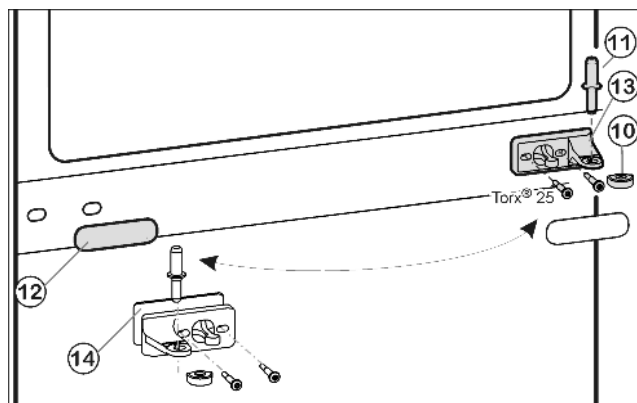
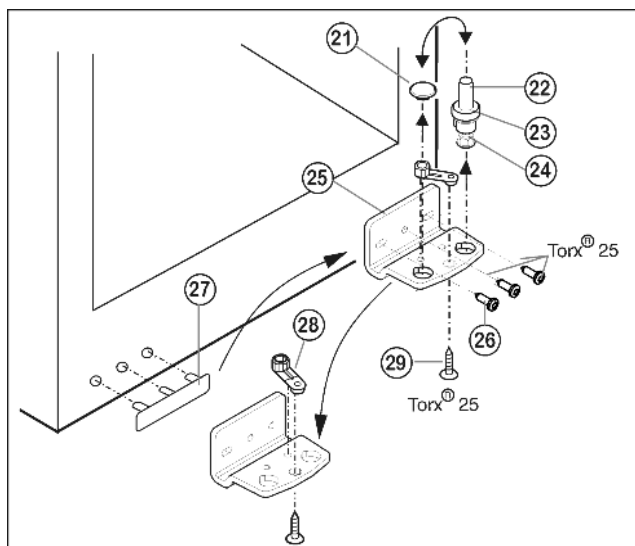

Fig. 6
Fig. 7
- ▶ Estrarre il perno di supporto centrale Fig. 6 (11) dal blocco di supporto e dalla porta inferiore.
- ▶ Staccare il coperchio di plastica Fig. 6 (10).
- ▶ Svitare il blocco di supporto centrale Fig. 6 (13) (2 x Torx® 25).
- ▶ Staccare il pannello di copertura Fig. 6 (12) facendo attenzione.
- ▶ Avvitare il blocco di supporto centrale Fig. 6 (13) con spessore Fig. 6 (14) ruotato di 180° sul nuovo lato cerniera saldamente a 4 Nm.
- ▶ Innestare nuovamente la copertura Fig. 6 (12) ruotata di 180° sul nuovo lato impugnatura.
- ▶ Togliere completamente il perno di supporto Fig. 7 (22) con lo spessore Fig. 7 (23) e il piedino di regolazione Fig. 7 (24), estrarre tirando verso l'alto.
- ▶ Togliere il tappo Fig. 7 (21).
- ▶ Svitare il blocco di supporto Fig. 7 (25) Fig. 7 (26).
- ▶ Svitare l'elemento di supporto Fig. 7 (28) e spostarlo Fig. 7 (29) nel foro di alloggiamento opposto, serrarlo nuovamente.
- ▶ Staccare la copertura lato maniglia Fig. 7 (27) facendo attenzione e spostarla sul lato opposto.
- ▶ Fissare nuovamente il blocco di supporto Fig. 7 (25) sul nuovo lato cerniera, eventualmente servendosi di un avvitatore a batteria (a 4 Nm) a 4 Nm.
- ▶ Inserire nuovamente il tappo Fig. 7 (21) nell'altro foro.
- ▶ Inserire nuovamente il perno di supporto Fig. 7 (22), con lo spessore e il piedino di regolazione. Prestare attenzione in modo l'arresto sia rivolto verso il dietro.
- ▶ Appoggiare la porta inferiore dall'alto sul perno di supporto in basso Fig. 7 (22).
- ▶ Applicare nuovamente il coperchio di plastica Fig. 6 (10) sul blocco di supporto centrale Fig. 6 (13).
- ▶ Inserire il perno di supporto centrale Fig. 6 (11) sul nuovo lato cerniera attraverso il blocco di supporto centrale Fig. 6 (13) nella porta inferiore.
- ▶ Mettere la porta superiore sul perno di supporto centrale Fig. 6 (11).
- ▶ Eventualmente allineare le porte sopra le due asole nel blocco di supporto in basso Fig. 7 (25) e nel blocco di supporto al centro Fig. 6 (13) a filo con l'involucro dell'apparecchio. Svitare la vite centrale nel blocco di supporto in basso Fig. 7 (25).